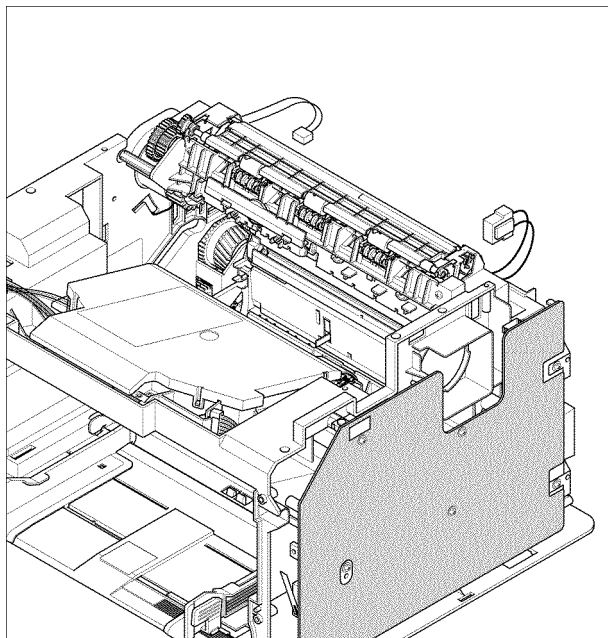

Рисунок 1
2. Отсоедините CN 1 (Phaser 3124) / CN 4 (Phaser 3125) от главной платы и CON 1 от SMPS, рисунок 1.